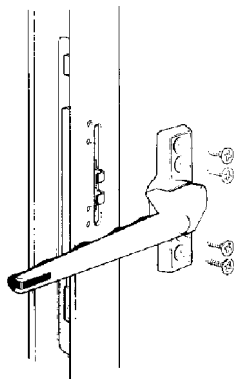

Fig. 3a
10.6. FITTING THE HANDLE (Fig. 3a & b)